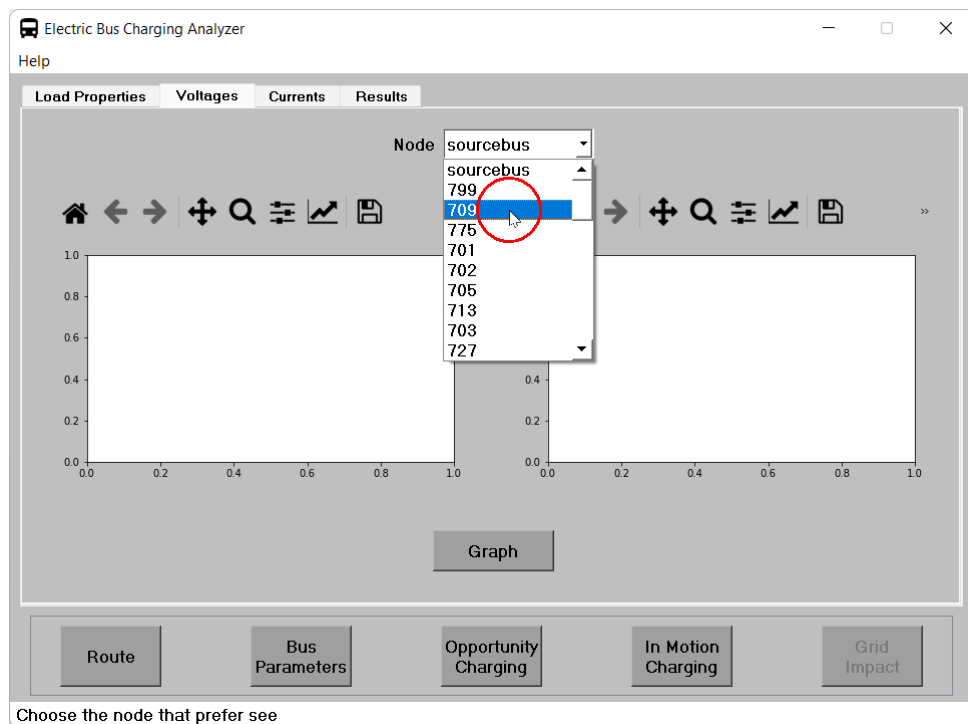

Figura 58: Seleccionar nodo.
10. Se selecciona el nodo cuya tensión se va a graficar en la barra desplegable como se muestra en la figura 58.